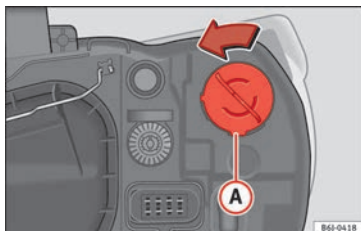

Fig. 175 Luce dell'indicatore di direzione del faro singolo.
- Ruotare il portalampadine » **fig. 175 A** verso sinistra e tirare.